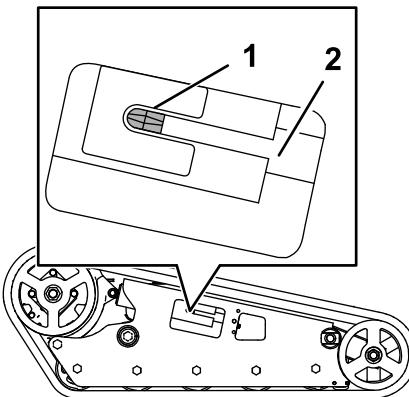

Bild 67
15. Drehen Sie die Spannschraube nach links, bis die Spannschraube ganz eingeschraubt ist (Bild 67).